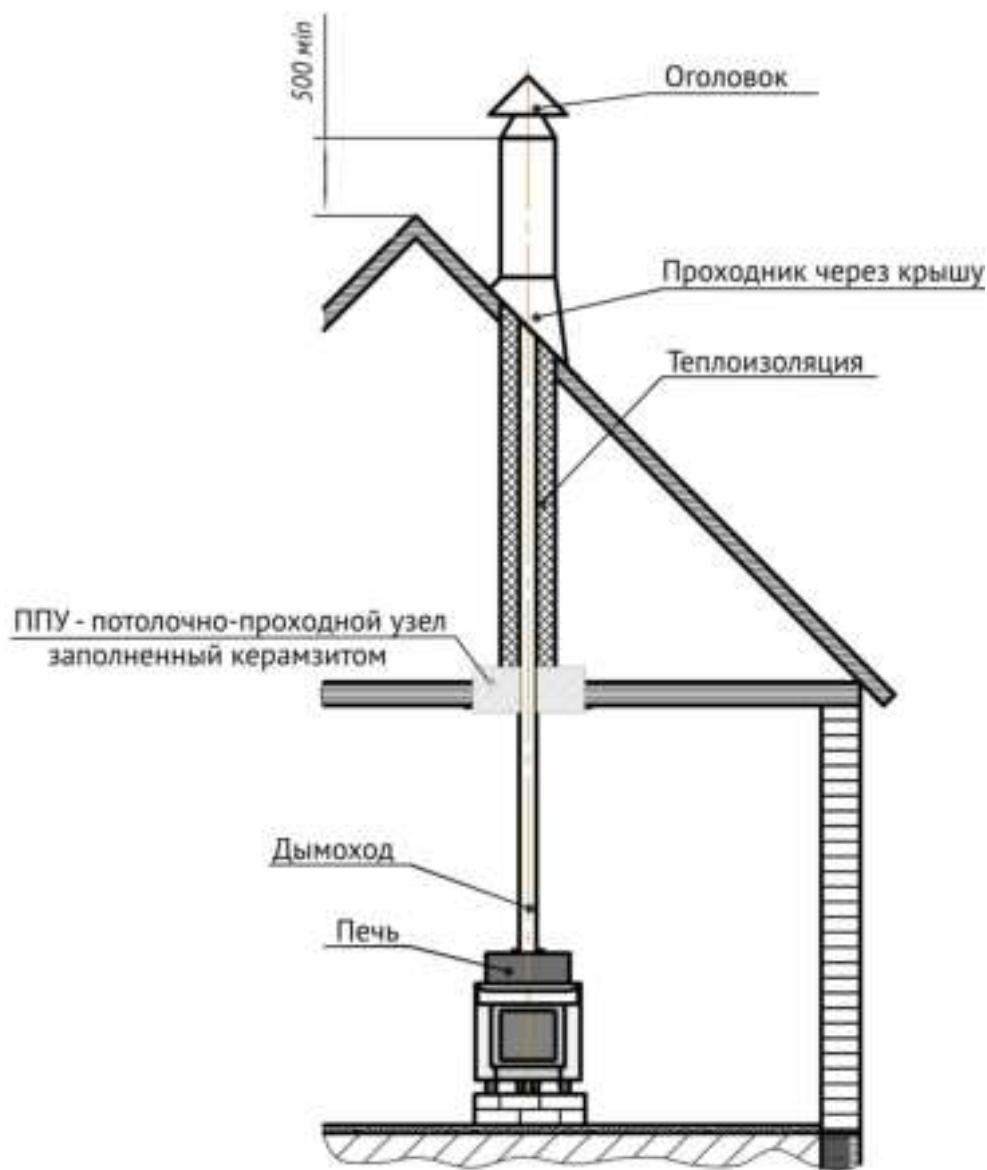

Рисунок 8.6. Монтаж дымового канала.
- 8.6.4.** В потолке (рис. 8.6.) обязательно делается противопожарное отверстие под размер внешнего диаметра потолочно-проходного устройства. Снизу противопожарное отверстие закрывается металлическим листом. Пространство в потолке между трубой и отверстием заполняют противопожарной изоляцией, например, базальтовой ватой, керамзитом и т.п., и закрывают сверху металлическим листом.
- 8.6.5.** Металлический дымоход, вне зоны парной, (рис. 8.6.), должен иметь теплоизоляцию из негорючих материалов, толщиной не менее 50 мм, для предотвращения образования конденсата. При отсутствии в помещении бани капитального дымохода устанавливают сборный дымоход из металлических труб, опирающийся на потолочное перекрытие. Обязательно делается противопожарная разделка размером 600 мм на 600 мм. Трубы с изоляцией должны опираться на металлические уголки или швеллеры, закрепленные на перекрытии. Снизу противопожарная разделка закрывается металлическим листом. Закрепленный ППУ (потолочно-проходной узел) необходимо заполнить негорючим материалом (керамзит).